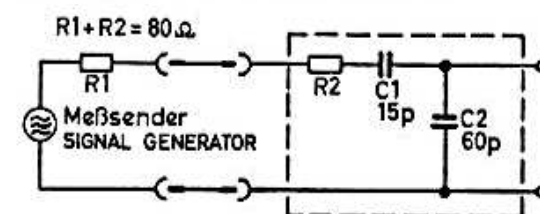

Fig. 1
- Jetzt Empfänger in die Autohalterung einschleiben. Meßsender über künstliche Antenne (Fig. 1) an Antennenbuchse legen. Antennen-trimmer (C 804) in der Autohalterung in Mittelstellung bringen.
Jetzt Empfänger in die Autohalterung einschleiben. Meßsender über künstliche Antenne (Fig. 1) an Antennenbuchse legen. Antennen-trimmer (C 804) in der Autohalterung in Mittelstellung bringen.
- Now insert the receiver in the car adapter mount. Connect signal generator to antenna socket through dummy antenna (Fig. 1). Turn antenna trimmer (C 804) in the car adapter mount to its center position.